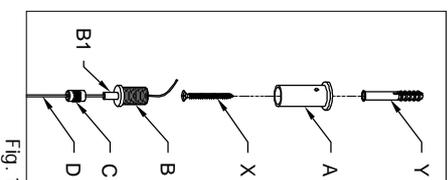
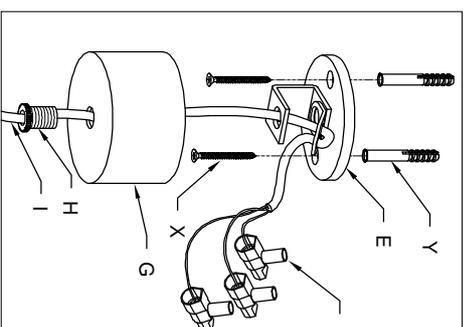

Fig. 1
Fig. 2
- Fissare a soffitto i particolari (A) con le apposite viti (X) e tasselli (Y) (Fig. 1).
- Avvitare il particolare (B) al particolare (A). Per la regolazione del cavo d'acciaio (D), svitare la sicura (C) e tenendo premuto il pistoncino (B1) posizionare la lampada all'altezza desiderata, quindi rilasciare il pistoncino (B1) e richiudere la sicura (C).
- Fissare a soffitto il gruppo (E) con le apposite viti (X) e tasselli (Y) facendo prima passare nel foro centrale i cavi di rete (Fig. 2).
- Collegare i cavi di rete nei morsetti (F) rispettando le polarità.
- Posizionare il rosone (G) e chiudere il tutto avvitando il particolare (H).
- Fix on the ceiling the details (A) with the screws (X) and the dowels (Y) (Fig. 1).
- Screw the detail (B) to the detail (A). Regulate the steel cable (D) by unscrewing the safety (C). Press the little piston (B1) and place the lamp at the wanted height, then release the little piston (B1) and close again the safety (C).
- Pull the network cable through the center hole of the disc (E) and fix on the ceiling the disc with the screws (X) and the dowels (Y) (Fig. 2).
- Connect the network cable on the clamp (F) according to the polarity.
- Lift up the ceiling rose (G) until it completely lean against the ceiling; screw the detail (H) (Fig. 2).